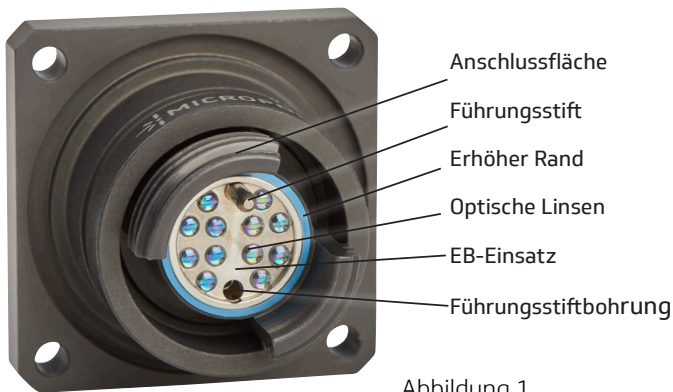

Abbildung 1.
- b. Wenn die optische Schnittstelle mit überschüssigem Schmutz, Öl oder Fett verunreinigt ist, waschen Sie die optische Schnittstelle einschließlich des Führungsstifts und des Führungsstiftlochs mit Spülmittel, Süßwasser und kleinen Tupfern ab, bis sie sauber ist. Siehe Abbildung 1. Spülen Sie mit frischem Wasser nach. Trocknen Sie mit sauberer, trockener Luft.
3. Befeuchten Sie die Spitze eines großen Tupfers mit der Glasfaser-Reinigungsflüssigkeit (POC3M) und wischen Sie dann mit einer Hin- und Her- oder Wirbelbewegung den/ die Führungsstift(e), die optischen Linsen, den Überstand im Inneren des EB-Einsatzes, alle freiliegenden Gewinde und ggf. die vordere Dichtung ab. Siehe Abbildung 1.
4. Befeuchten Sie die Spitze eines kleinen Tupfers mit der Fiber Optic Clening Flüssigkeit (POC3M) und wischen Sie dann mit einer Hin- und Her- oder Wirbelbewegung über das Führungsstiftloch. Siehe Abbildung 1.